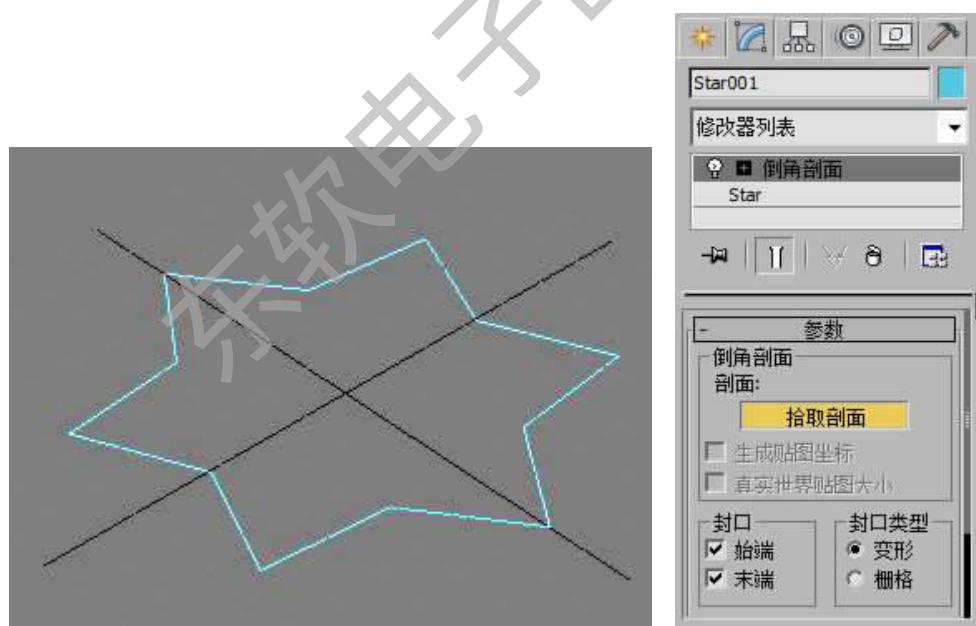

图 2-46 拾取剖面
Step 2. 创建星形, 进入修改面板, 在修改列表中添加倒角剖面修改器, 点击“拾取剖面”按钮, 将绘制好的倒角进行拾取, 如图 2-46 示。